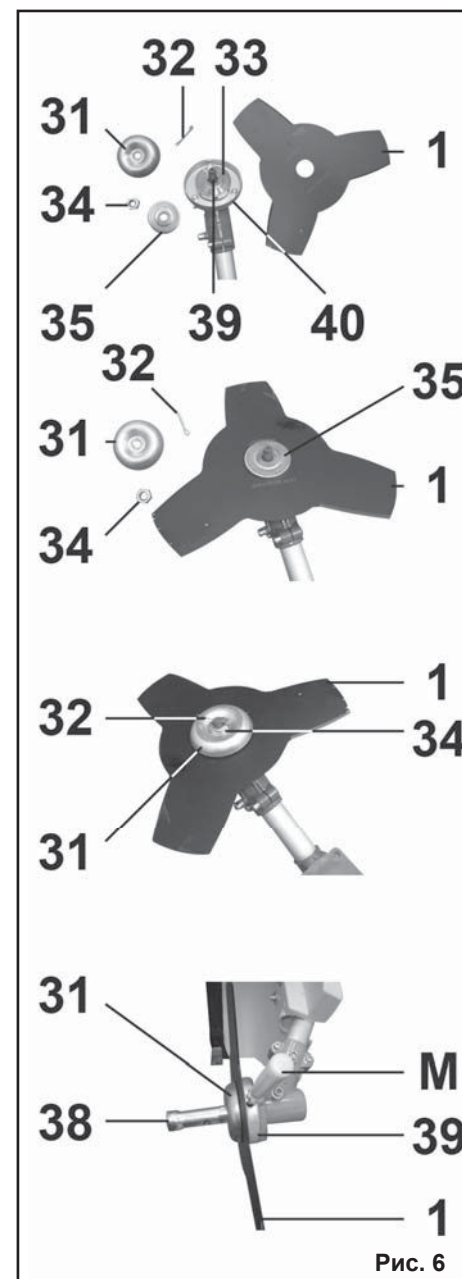

Рис. 6
6.4. Установка ножа, Рис. 6
6.4.2. Совместите отверстия чашки (40) и внутреннего фланца (33) и, как показано на Рис.6, установите отвёртку (M).
6.4.4. В последовательности, как показано на Рис. 6, установите наружный фланец (35), шайбу (31) и положение ножа (1) надёжно зафиксируйте гайкой (34).
6.5. Установка триммерной катушки (Рис. 6, 7)
6.5.1. Демонтируйте шплинт (32). Совместите отверстия чашки (40) и внутреннего фланца (33) и, как показано на Рис.6, установите отвёртку (M). Скрутите гайку (34). Демонтируйте нож (1) и детали его крепления (см. пункт 6.4).